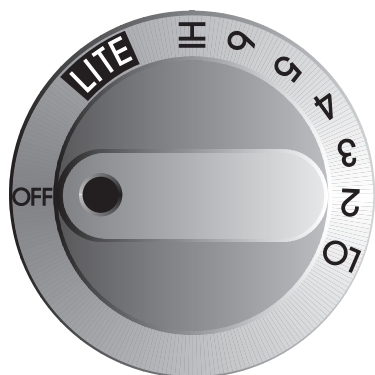

Figure 1
2. Appuyez sur le bouton de commande et tournez-le dans le **sens anti-horaire**, hors de la position ARRÊT (OFF) (Figure 1).